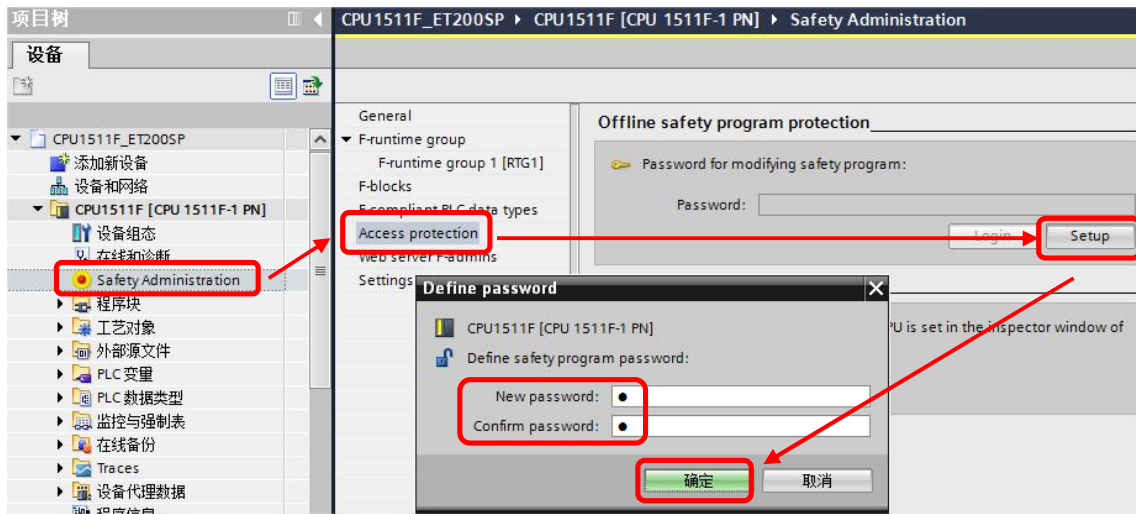

图 2-3 设置 CPU 密码
- 3) 在项目树中双击“ Safety Administration”功能，在右侧页面中使能安全密码保护并设置安全程序密码，如图 2-3 所示。